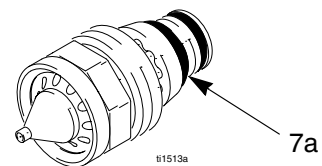

Fig. 10 Munstyckets ledande o-ring
5. Kontrollera att metallkontakten (C) i huset, munstycks-kontaktringen (7a, Fig. 10) och elektrodkontakten (E) är rena och oskadade.